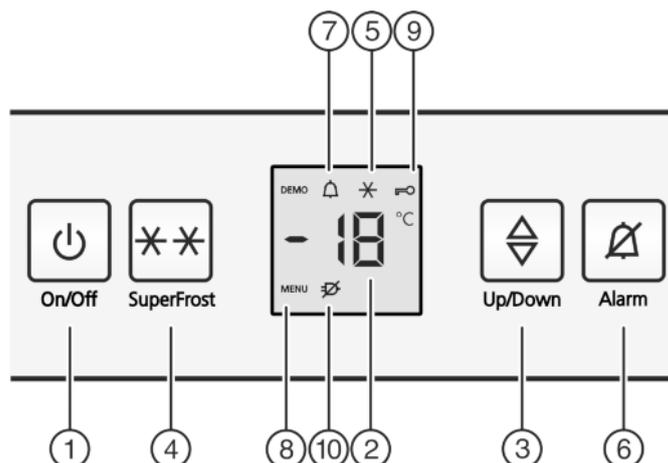

Fig. 2
- ▶ Appuyer sur la touche On/Off *Fig. 2 (1)*.
- ▷ L'appareil est enclenché. L'affichage de la température et le symbole Alarme *Fig. 2 (7)* clignotent jusqu'à ce que la température soit suffisamment froide.
- ▶ Activer le mode de réglage : appuyer sur la touche SuperFrost *Fig. 2 (4)* pendant env. 5 secondes.
- ▷ Le symbole Menu *Fig. 2 (8)* apparaît dans l'affichage.
- ▶ Confirmez en appuyant brièvement sur la touche SuperFrost *Fig. 2 (4)*.
- ▷ Le symbole Sécurité enfants *Fig. 2 (9)* s'allume dans l'affichage.
- ▶ Pour mettre fin au mode de réglage : Appuyer brièvement sur la touche On/Off *Fig. 2 (1)*.
- ▷ Le symbole Sécurité enfants *Fig. 2 (9)* s'éteint.
- ▶ Appuyer sur la touche Alarme *Fig. 2 (6)*.
L'affichage de la température clignote en même temps que le symbole Alarme *Fig. 2 (7)*.
L'avertisseur sonore s'éteint automatiquement et le symbole Alarme *Fig. 2 (7)* et l'affichage de température arrêtent de clignoter lorsque la température est de nouveau suffisamment froide.